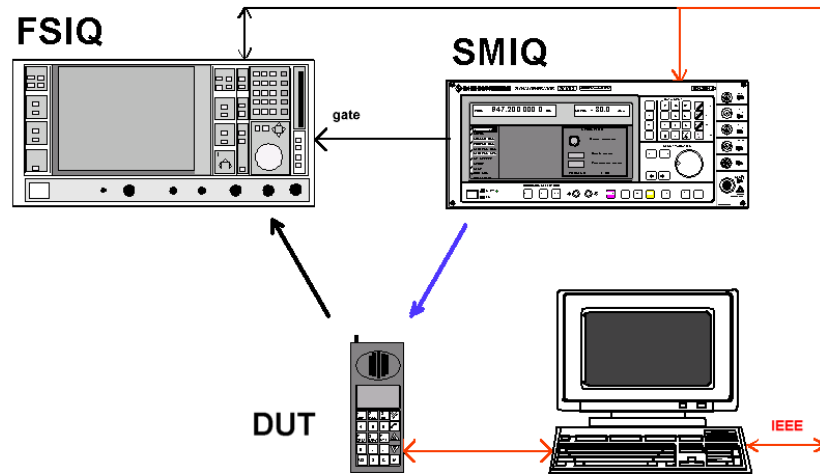

Bild 10 Signalpfade für die Bitfehler-Messungen nach (1)
1. Das UT liefert die **dekodierten Bits** an den Rechner der Produktionslinie zurück. Dort findet die Auswertung statt. Bild 10 zeigt die aktiven Signalpfade für diese Methode. Der FSIQ ist dabei nicht beteiligt.
Bild 10 zeigt, welche Signalpfade aktiv sind, wenn das UT die **dekodierten Bits** an den Rechner der Produktionslinie zurückliefert.